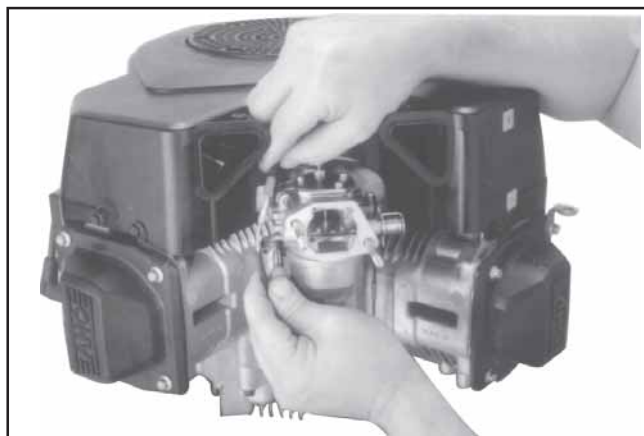

Figura 11-69. Installazione dei comandi esterni del regolatore.
2. Accertarsi che la tiranteria dell'acceleratore sia collegata alla leva del regolatore ed alla leva dell'acceleratore sul carburatore. Vedere Figura 11-69.